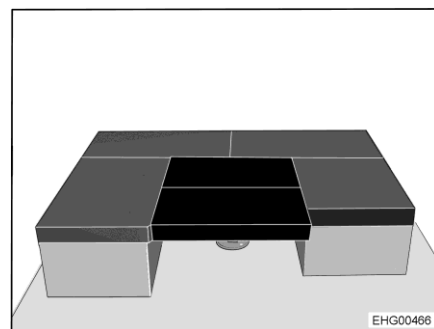

Bild 159 Nach dem Umbau
- 2 Zusatzpolster quer auf den Tisch legen (siehe Bild 159).